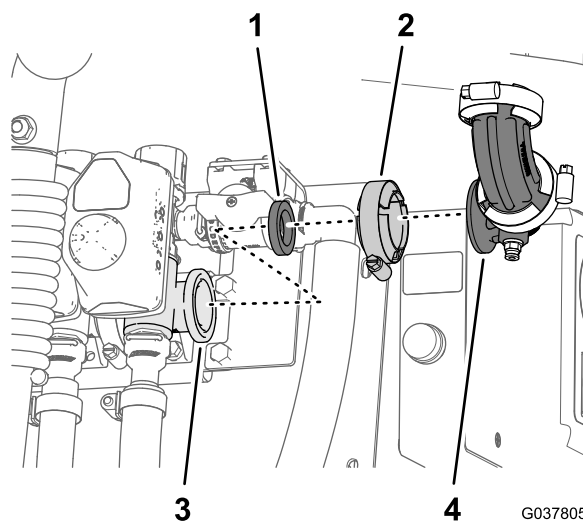

Figura 89
1. Rimuovete il morsetto flangiato, il gruppo gomito a 90° e la guarnizione nella flangia della valvola di sezione delle barre di destra (Figura 89).